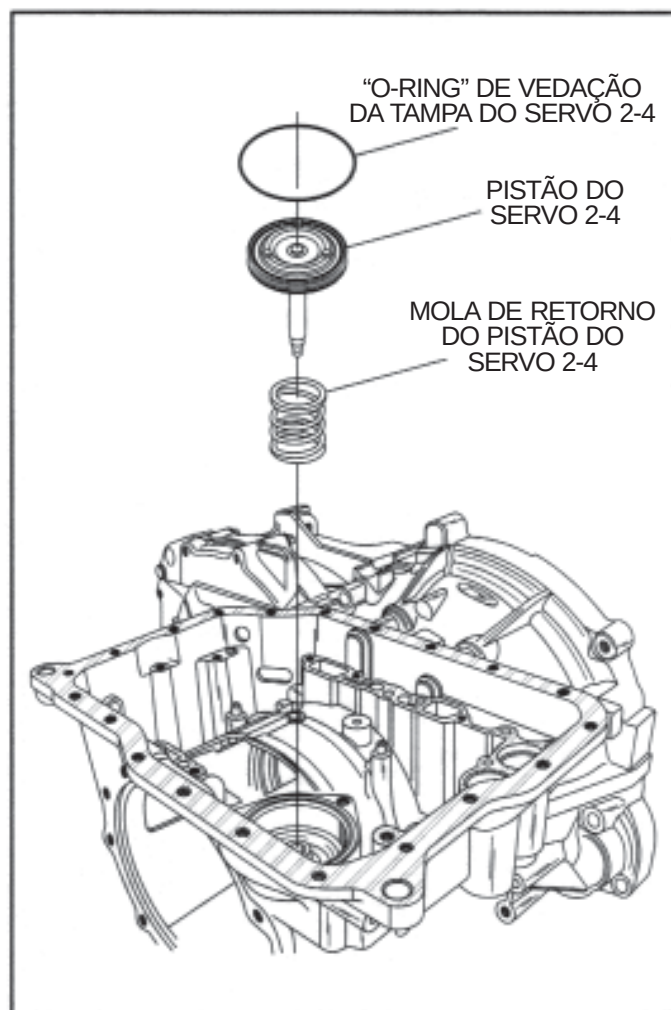

Figura 46
43. Remova e descarte o "O-Ring" de vedação da tampa do servo, conforme ilustrado na Figura 46.
44. Remova o pistão do servo 2-4, conforme ilustrado na Figura 46.
45. Remova a mola de retorno do pistão do servo 2-4, conforme ilustrado na Figura 46.